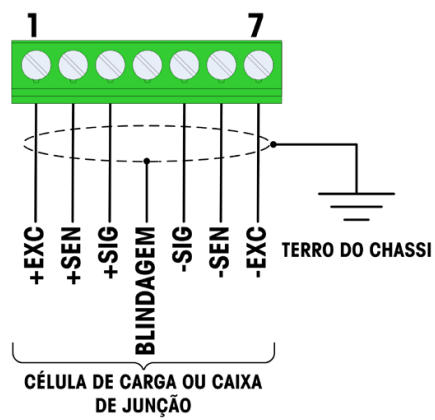

Figura 2-23: Terminação da célula de carga, terra do chassi
A Tabela 2-4 e a Figura 2-23 mostram as definições de terminais para o cabo flat de terminais da célula de carga analógica. Observe que ao usar as células de carga de quatro fios, os jumpers devem ser colocados entre os terminais +Excitação e +Sensor –Excitação e –Sensor.
5. A ferrite fornecida com o terminal é colocada sobre a extremidade final do cabo e os fios conectados ao conector de célula de carga. Conecte a linha de sinal ao conector do terminal de acordo com a definição do sinal, o fio do sensor IND231 precisa ser enrolado em torno de um anel magnético uma vez. Como mostrado na figura a seguir. Consulte o código de cores dos fios da célula de carga sendo conectados e a Figura 2-23.
- Conecte os fios da célula de carga ao conector na placa-mãe. Consulte o código de cores dos fios da célula de carga sendo conectada, e a Figura 2-23. Conecte a linha de sinal ao conector do terminal de acordo com a definição do sinal.